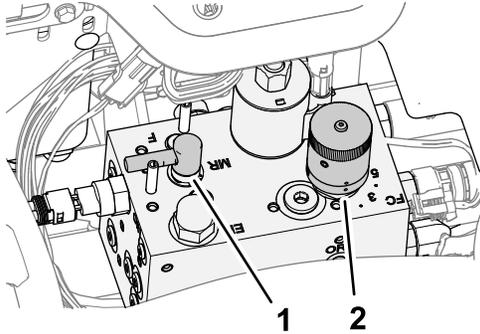

Figura 94
3. Mueva la palanca de autoafilado a la posición F (siega) (Figura 94).